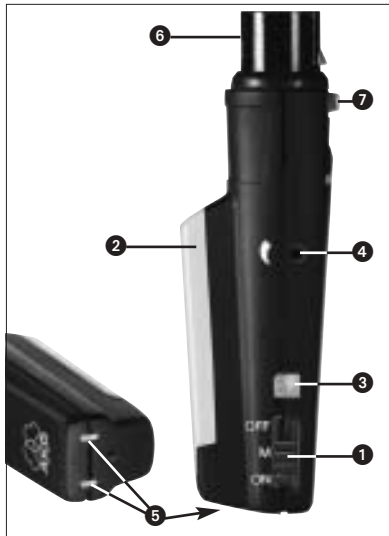

Fig. 1: Controles do SO 40
2.5 Elementos de controle (Veja fig. 1)
4.3 Ajustar o nível (veja fig. 1)